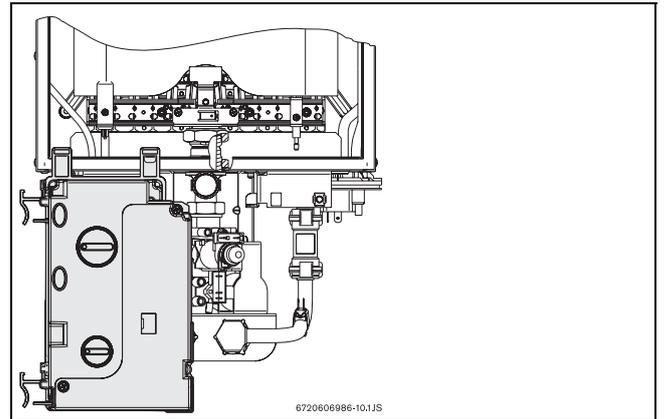

Fig. 10 Posizione d'aggancio del quadro comandi (accesso alle regolazioni gas)
- ▶ Dopo l'estrazione del quadro comandi, agganciarlo come da Fig. 10.